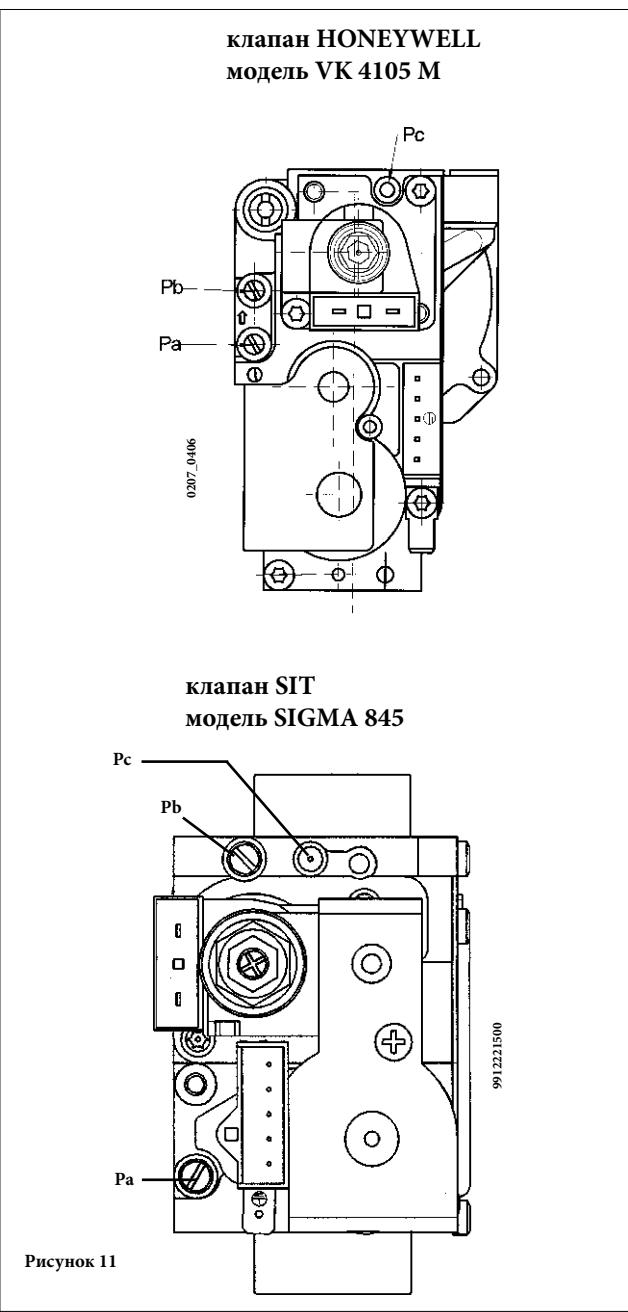

Рисунок 11
Действия по калибровке регулятора давления могут различаться в зависимости от типа используемого в агрегате газового клапана (HONEYWELL or SIT; см. рис.11).
- подсоедините положительный вход дифференциального манометра (возможно использование водяного манометра) к контрольной точке газового клапана (Pb) (см. рис.11); подсоедините (только для котлов с герметичной камерой сгорания) отрицательный вход манометра к тройнику "T", объединяющему регулировочный выпускной канал котла, регулировочный канал клапана (Pc) и собственно манометр. Это же измерение можно провести путём подсоединения манометра к контрольной точке (Pb) после снятия передней панели котла с герметичной камерой; Если измерение выполняется способом отличным от вышеописанного, возможно получение ошибочного результата из-за непринятия в расчет разрежения в герметичной камере котла, создаваемого вентилятором.
- убедитесь, что динамическое давление подачи газа, измеренное в контрольной точке на входе клапана (Pa) (см. рис.11), соответствует норме (37 мбар для пропана G.31, 20 мбар для природного газа G20);